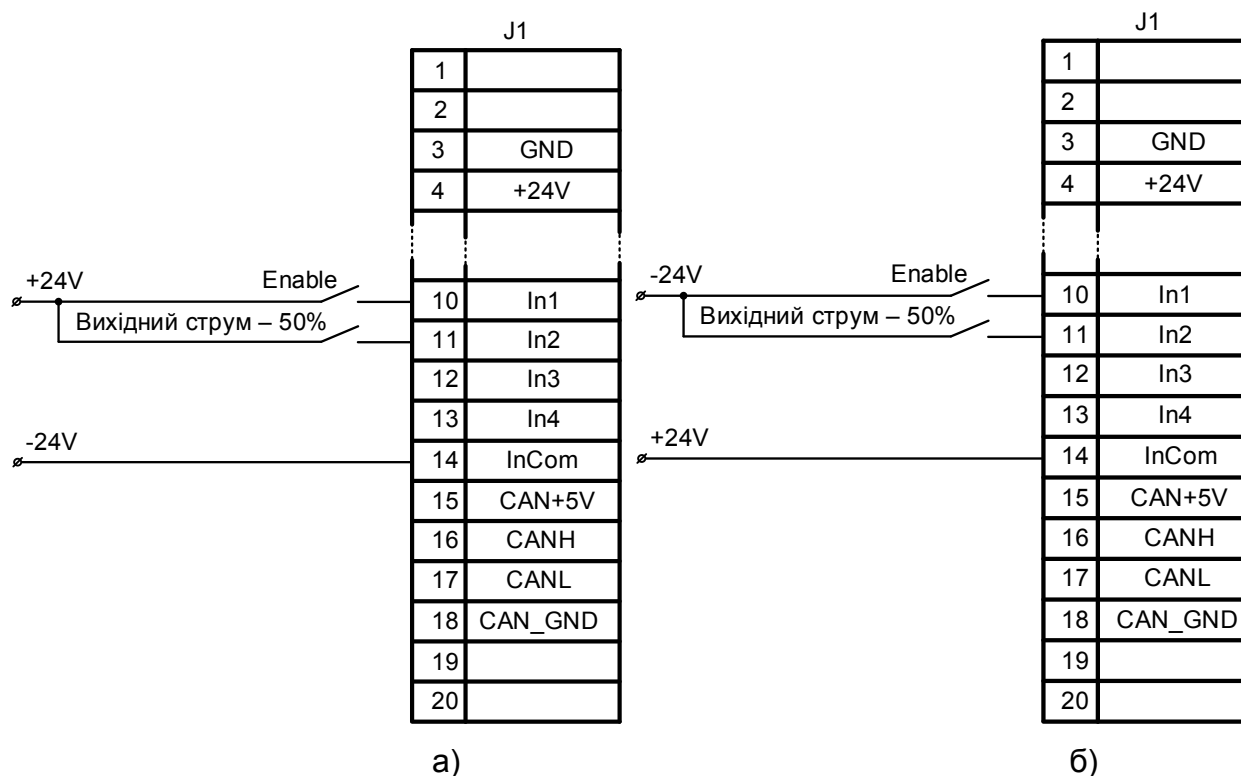

Рисунок 3.2 – Розташування дискретних входів перетворювача та їх підключення при використанні сигналів: а) active high, б) active low
3.4.12 **Дискретні входи.** Перетворювач має чотири дискретні входи, через які конфігуруються режими роботи. Призначення дискретних входів та їхнє розташування на роз'ємі J1 наведено на рис. 3.2, на якому:
Кожен дискретний вхід має гальванічну розв'язку від інших кіл перетворювача. Дискретні входи підтримують роботу при використанні сигналів типу «active high» (рис.3.2, а) та «active low» (рис. 3.2, б). Про наявність сигналів на дискретних входах додатково сповіщають світлодіоди IN1 – IN4, які розташовано на платі контролера. Схемну реалізацію дискретного входу представлено на рис. Б.2 (див. Додаток Б).